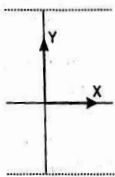
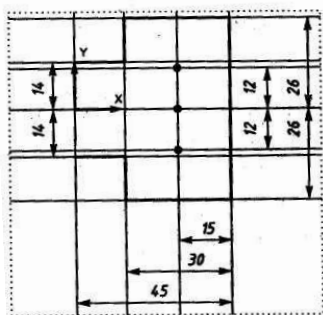
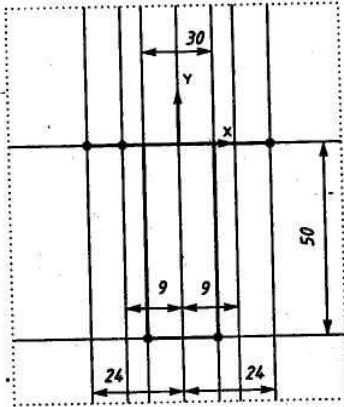

Рис. 43
Рис. 44
Рис. 53
окна документа (команда <Ctrl>+<0> на цифровой клавиатуре). Нажмите <Enter> (см. рис.43).
- С помощью параллельных вспомогательных прямых по команде Ввод вспомогательной параллельной прямой на панели инструментов строим каркас нашей детали (оранжевый цвет) относительно прямых, полученных на рис. 43, по размерам, указанным на рис. 44. Параметры для параллельных прямых вводим в окне ds «строки параметров» по команде <Alt>+<s>.
5. На панели инструментов выбираем по очереди команды Ввод вспомогательной горизонтальной прямой и Ввод вспомогательной вертикальной прямой, проводим через начало системы координат окна документа (команда <Ctrl>+<0> на цифровой клавиатуре). Нажмите <Enter> (см. рис.43).
6. С помощью параллельных вспомогательных прямых по команде Ввод вспомогательной параллельной прямой на панели инструментов строим каркас нашей детали (оранжевый цвет) относительно прямых, полученных на рис. 43, по размерам, указанным на рис. 53. Размеры для параллельных прямых вводим в окне **ds** «строки параметров» по команде **<Alt>+<s>**.